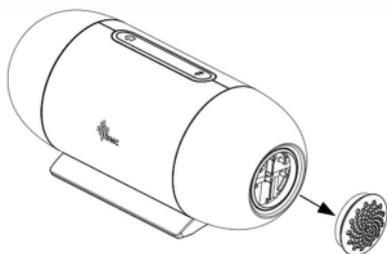

Abb. 18-1
- (1) Öffnen Sie die Luftfilterkappe, um den Luftfilter zu entfernen.
- (2) Setzen Sie den neuen Luftfilter in den Filterbereich ein, und bringen Sie dann die Filterkappe wieder richtig an, wie in Abb. 18-1 dargestellt.